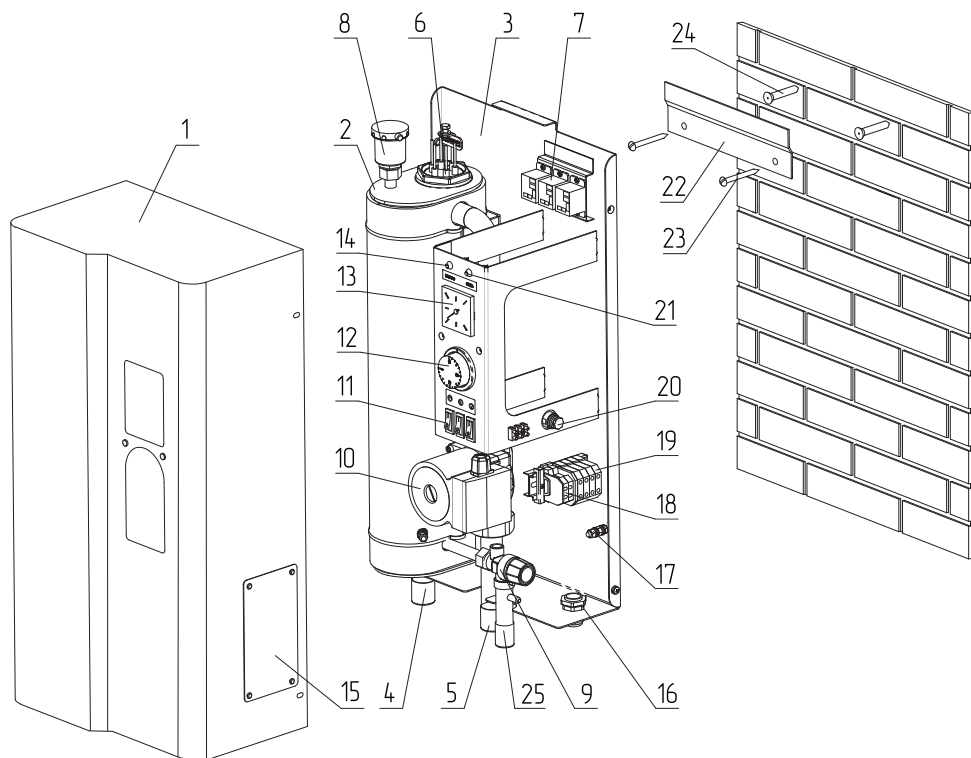

Рис.1 Устройство электрического котла ZOTA SOLO
Закрепите настенный кронштейн на вертикальной поверхности в необходимом месте с помощью шурупов, входящих в комплект, и установите на него котел, как показано на **Рис.1**.
Циркуляционный насос подключается к питающей сети через предохранитель 4А (**Рис.1, поз.20**).
На передней панели имеется индикаторная лампа работы насоса (**Рис.1, поз.14**) и индикаторная лампа подключения питающей сети (**Рис.1, поз.21**).
- Присоединить рабочий нулевой провод на клемму нейтраль (N) котла;
- Защитный нулевой провод (PE) подключить на болт «ЗАЗЕМЛЕНИЕ» (Рис.1, поз.17).